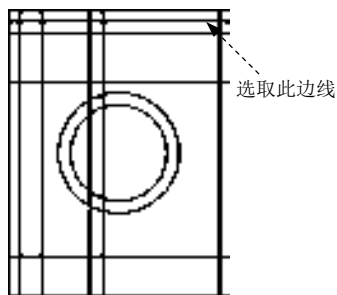
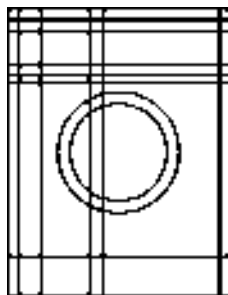

图 17.6.10 再次偏移直线 2
图 17.6.11 再次偏移其余直线
(3) 再次偏移直线 2。选择下拉菜单 **修改(M)** → **偏移(O)** 命令，将图 17.6.10 所示的边线向下侧偏移，偏移距离值为 50，完成后的图形如图 17.6.11 所示。
(4) 参照上一步依次选取新创建的偏移直线为参考，偏置距离依次为 150 与 50，完成后的图形如图 17.6.11 所示。